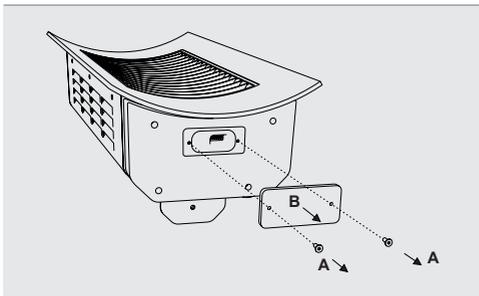

Abb.1a: Lösen der Schrauben am Bedienfeld
1. Öffnen Sie das Bedienfeld durch Lösen der zwei Schrauben. Siehe Abb. 1a.